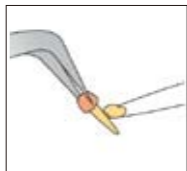

図23
- ① 練和紙上にリンクマックスレジンセメントを採取し、均一な色になるまで10秒間よく練和します。ジーシー セラミックプライマーで処理したレジンポストコア被着面に塗布します図23)。
- ② レジンポストコアを根管内に圧接、保持します。
- ③ 1分後に、マージン部の余剰セメントを仮重合(1~2秒間光照射)により半硬化させ除去します。